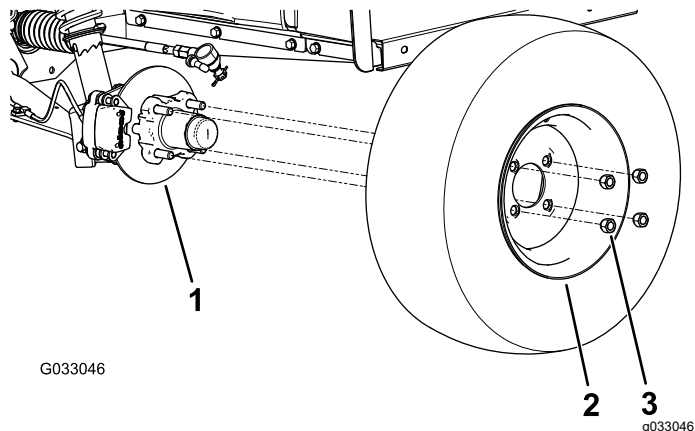

图 29
2. 卸下将车轮固定到轮毂上的 4 个车轮螺母 图 29。
4. 将车轮中的孔与轮毂中的螺栓对齐并将车轮安装到轮毂上阀杆向外 图 29。
5. 使用车轮螺母将车轮固定到轮毂上 图 29。